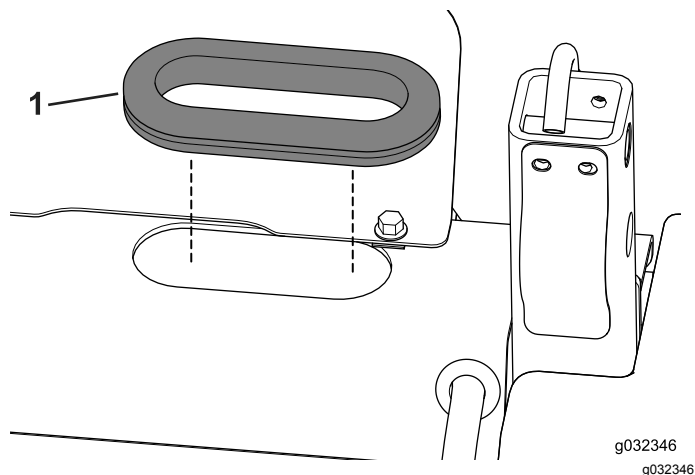

Figura 16
- Instale o olhal na abertura (Figura 16).